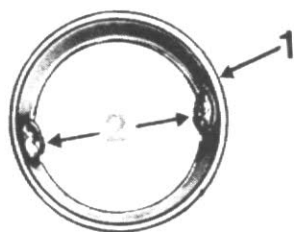

Figure 34
Pour déposer les sièges de soupapes, soudez d'abord deux oreilles face à face (2) fig. 34 pour servir de prise à l'extracteur.
Légendes de la fig. 34 :